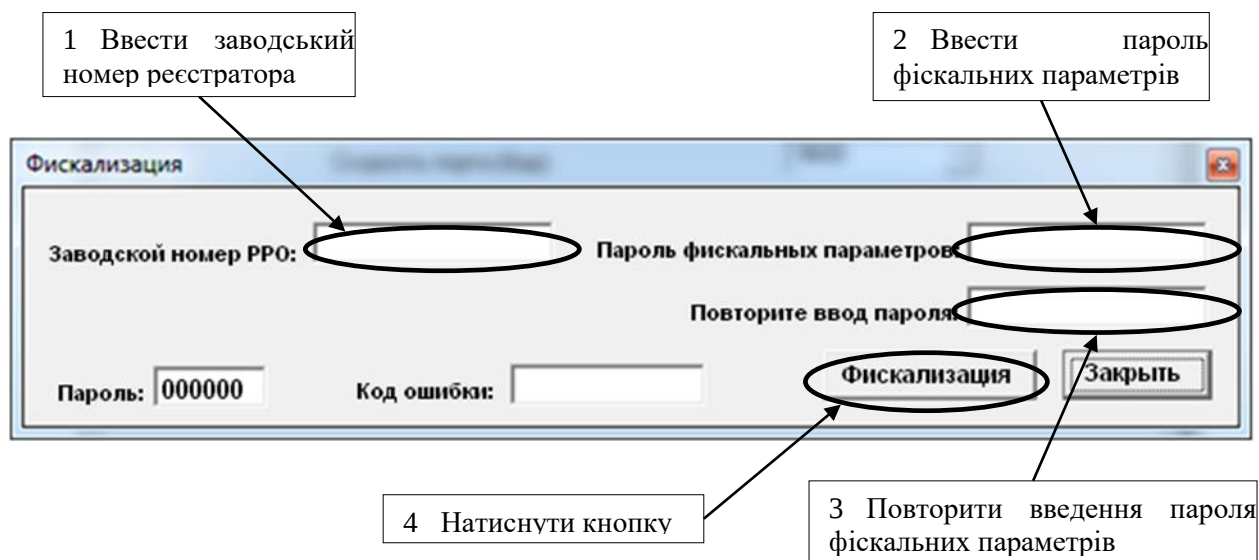

Рисунок 25
5.10 У вікні «Фискализация», що з'явиться, ввести заводський номер реєстратора. Ввести пароль фінкальних параметрів та повторити введення пароля (рисунок 25).